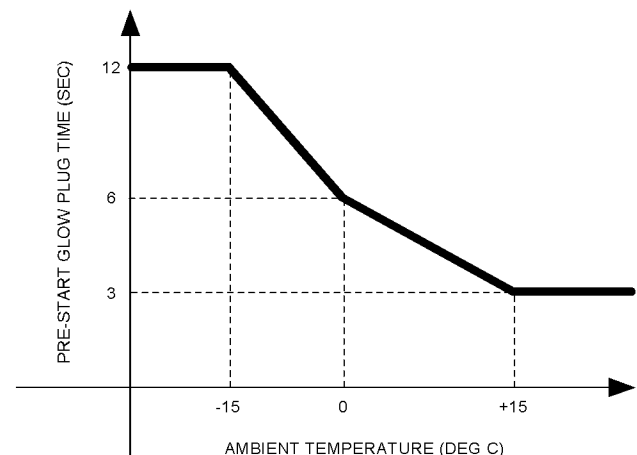

Abbildung 40
2. Den Motorstartschalter in die Stellung HEAT (VORWÄRMEN) drehen. Den Motorstartschalter in der Position HEAT (Heizen) halten (so lange wie in der Abbildung 40 beschrieben). Dadurch werden die Glühkerzen eingeschaltet, und der Motor lässt sich leichter starten.